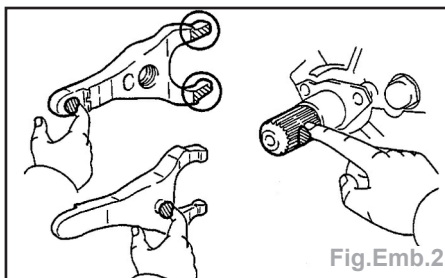

Fig.Emb.2
- Enduire légèrement de graisse le guide de butée ainsi que les becs et les points d'appui de la fourchette (Fig.Emb.2).